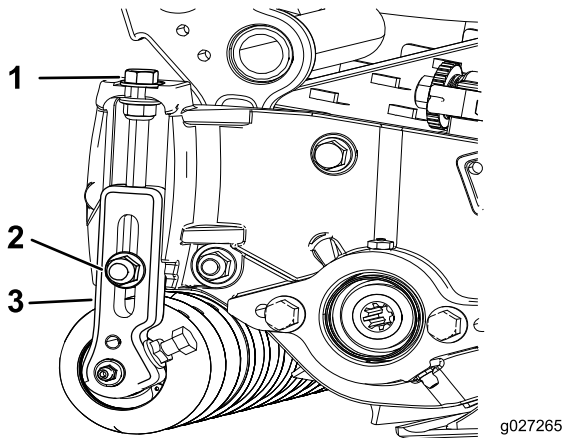

Bild 15
1. Lösen Sie die Sicherungsmuttern, mit denen die Schnitthöhenhalterungen an den Seitenplatten des Mähwerks befestigt sind (Bild 15).